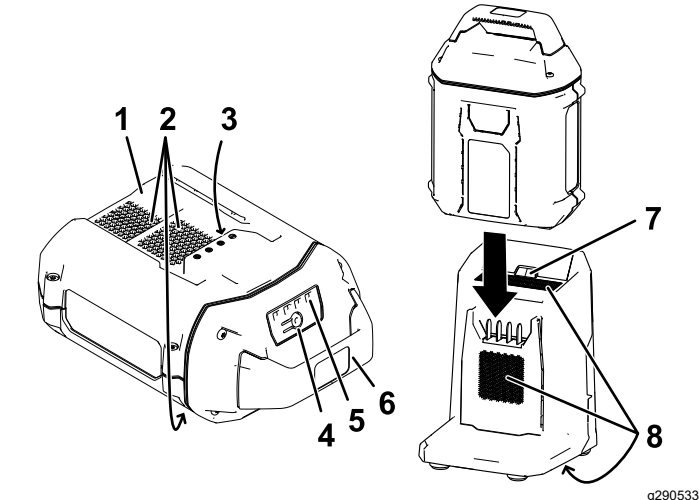

Figure 18
2. Placez le creux de la batterie (Figure 18) en face de la languette du chargeur.
3. Glissez la batterie dans le chargeur jusqu'à ce qu'elle soit complètement enclenchée (Figure 18).